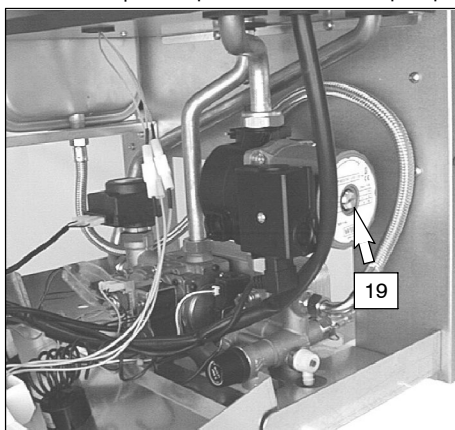

fig. 6.4
- 11 Togliere il tappo 19 in fig. 6.4 e sbloccare la pompa ruotando il rotore con un cacciavite. Durante questa operazione sfiatare la pompa.